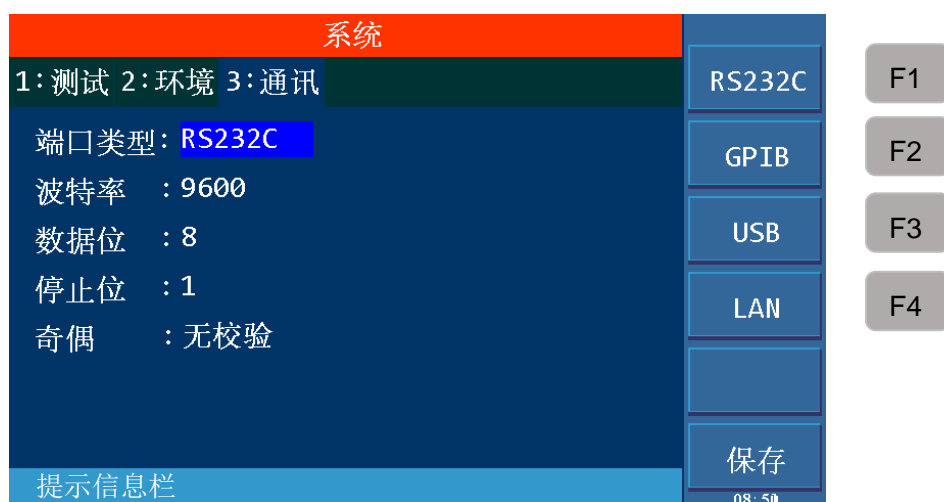

图 4-8 系统通讯设置
- 3、按【▼】键将光标移到端口类型设置项，进入图 4-8 所示设置页面。
系统通讯设置如图 4-8 所示: